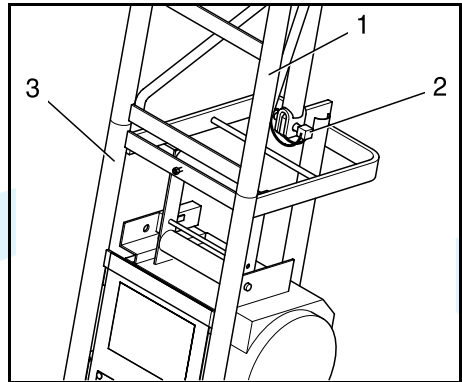

Bild 23 Aufbauelement aufstecken
2. Aufbauelement (23/1) 1 m oder 2 m, wie in Bild 23 dargestellt, auf das Grundelement (23/3) aufstecken.